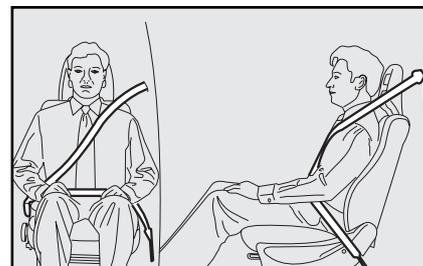

fig. 18
*La cinta no debe estar retorcida. La parte superior debe pasar sobre el hombro y atravesar diagonalmente el tronco. La parte inferior debe estar bien adherida a las caderas (fig. 18) y no al abdomen del pasajero. No utilice dispositivos (ganchos, seguros, etc.) que impidan la adherencia de los cinturones al cuerpo de los pasajeros.*